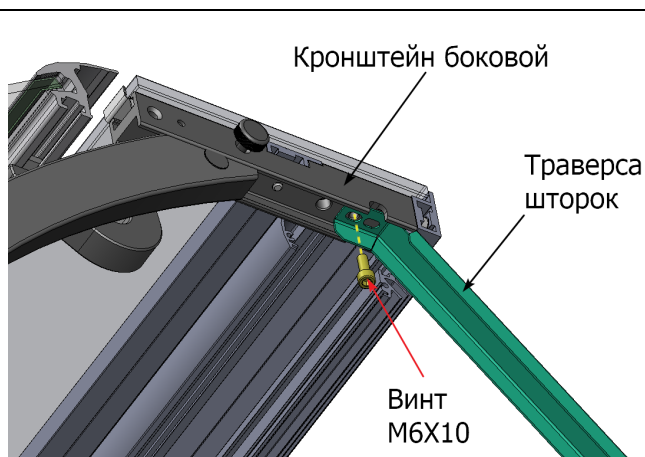

рис. 1
1. Совместить крепёжные отверстия в траверсе шторок и боковом кронштейне суперструктуры. Закрепить при помощи винта с внутренним шестигранником M6x10 (рис. 1).